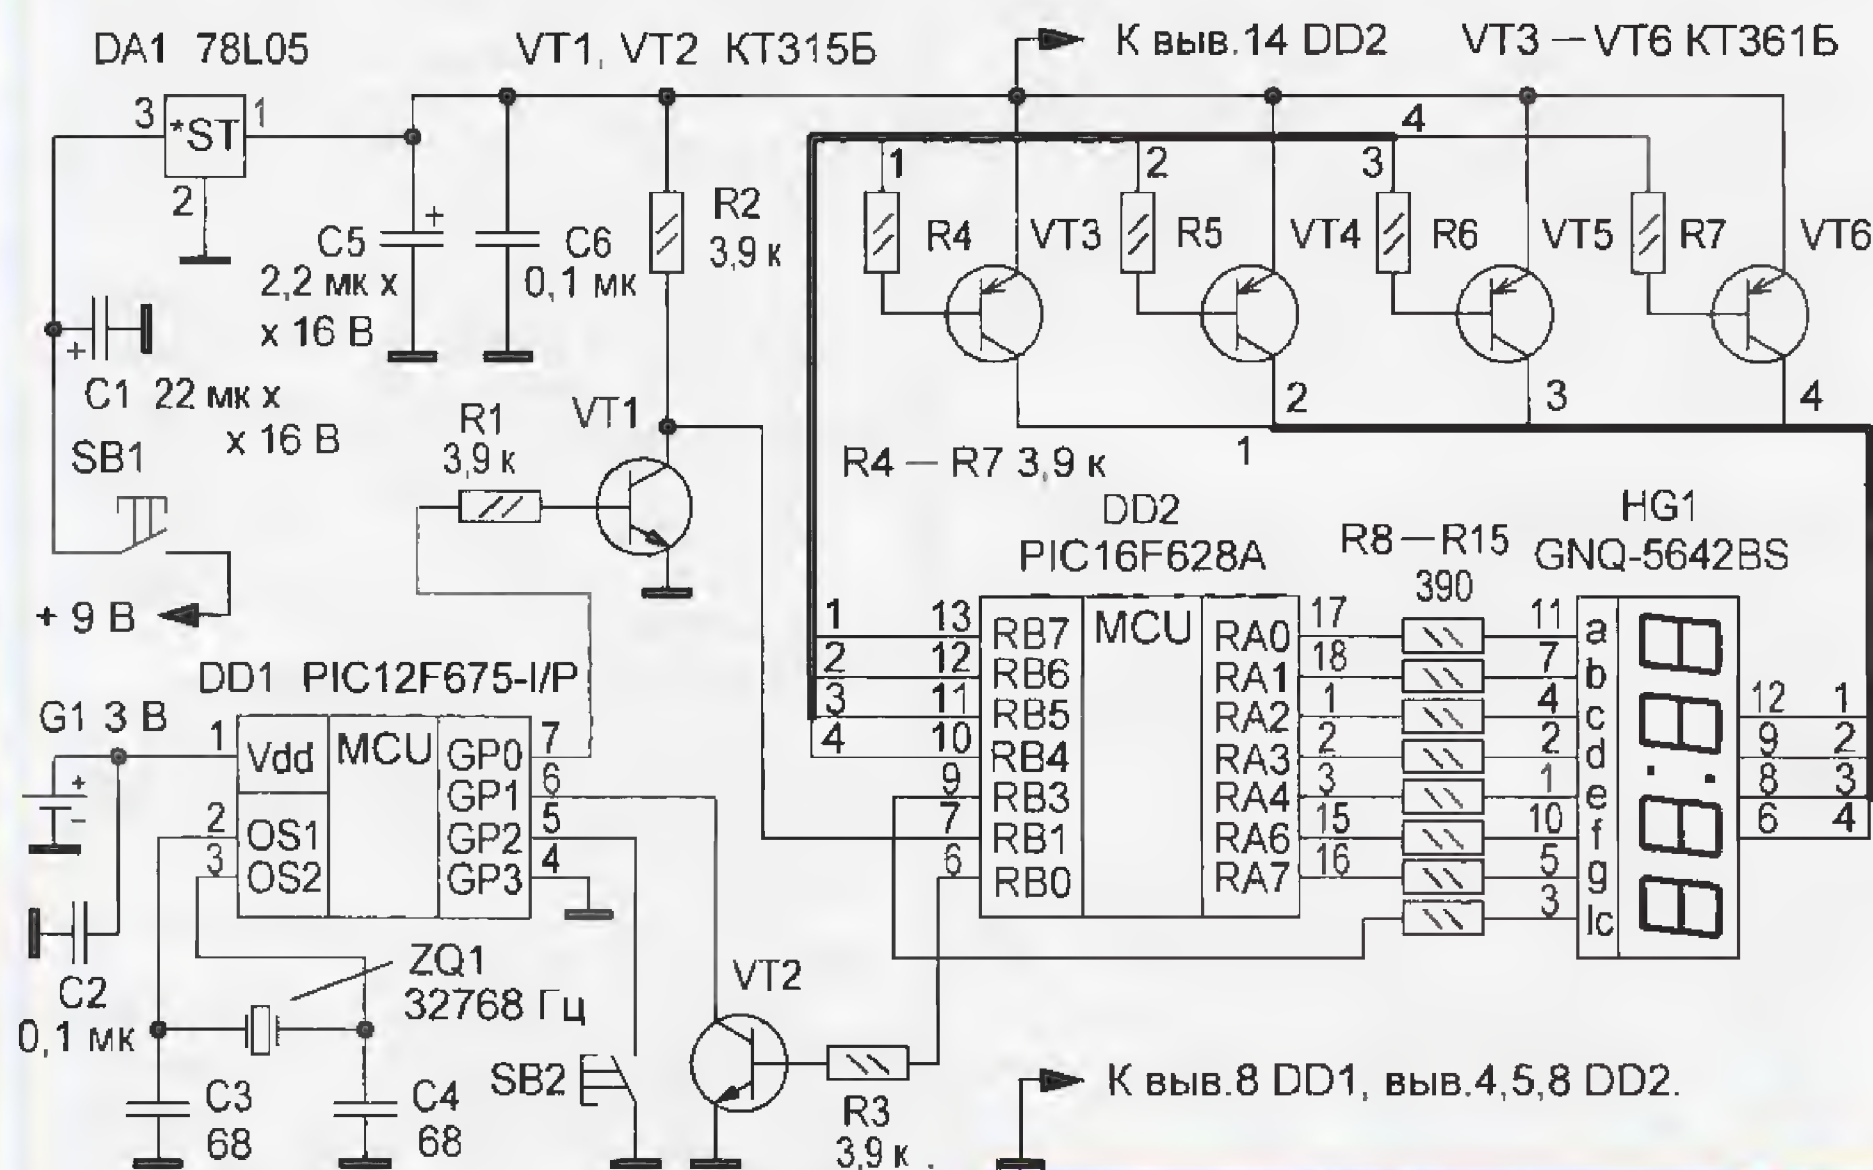

Рис. 1
Схема часов на семисегментном цифровом индикаторе HG1 с общим анодом (OA) и двух микроконтроллерах (МК) DD1, DD2 приведена на рис. 1. О том, как применить индикатор с общим катодом (OK), будет сказано ниже. Функции счёта и индикации разделены между микроконтроллерами. С одним МК получить указанные выше преимущества автору не удалось. МК DD1 тактируется от встроенного генератора с частотой 32768 Гц, стабилизированной внешним кварцевым резонатором ZQ1, и питается